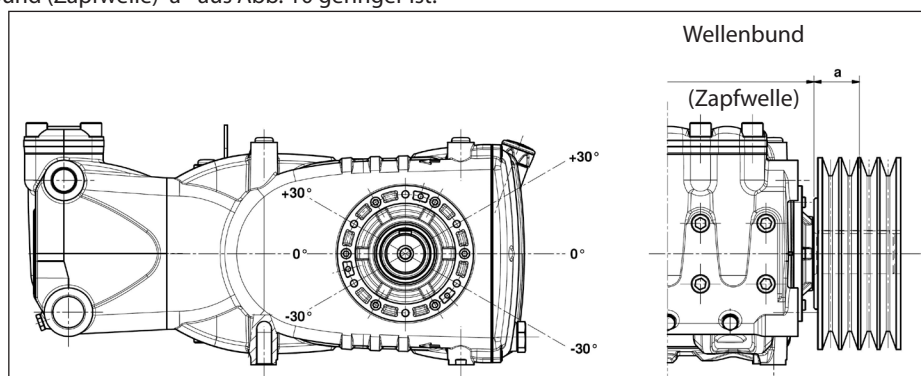

Abb. 10
Mindestdurchmesser der angetriebenen Riemenscheibe (auf der Pumpenwelle):  $\geq 250$  mm. Die radiale Belastung der Welle darf 7500 N (für die Definition der Anordnung erforderlicher Wert) nicht übersteigen. Der Antrieb gilt als richtig bemessen, wenn die Belastung bei einem maximalen Abstand  $a=40$  mm vom Wellenbund (Zapfwelle) angewandt wird, siehe Abb. 10.
- b) Verwenden Sie Hochleistungsriemen - zum Beispiel **XPB** statt **SPB** - da hierbei weniger Riemen bei gleicher Leistungsübertragung benötigt werden und der Abstand zum Wellenbund (Zapfwelle) "a" aus Abb. 10 geringer ist.